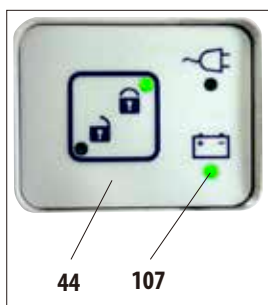

Рис. 244
Визуально это обозначается зелёным светодиодом (107), который горит на кнопке разблокировки (44) под ретортой (рис. 244)